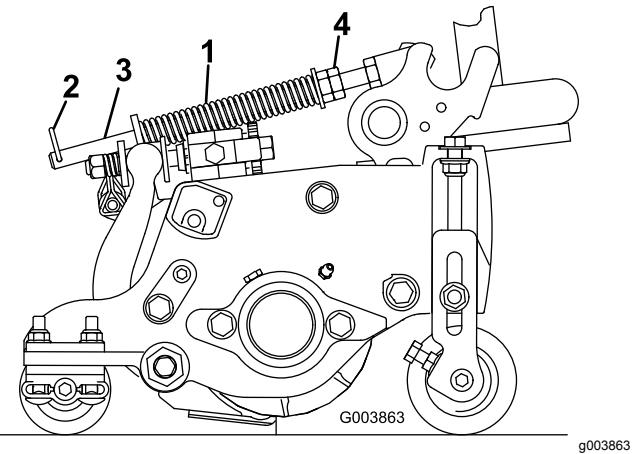

Bild 15
- 2. Ziehen Sie die Sechskantmuttern vorne an der Federstange an, bis die zusammengedrückte Länge der Feder am Reelmaster 5410 mit 13 cm-Mähwerken oder am Reelmaster 5510 mit 18 cm-Mähwerken beträgt (Bild 15).
Die Rasenkompensierungsfeder (Bild 15) verlagert das Gewicht von der Front- zur Heckrolle. (Dies reduziert ein Bobbing genanntes Wellenmuster auf der Rasenfläche.)
1. Stellen Sie sicher, dass der Lastösenbolzen in das hintere Loch in der Federstange eingesetzt ist (Bild 15).